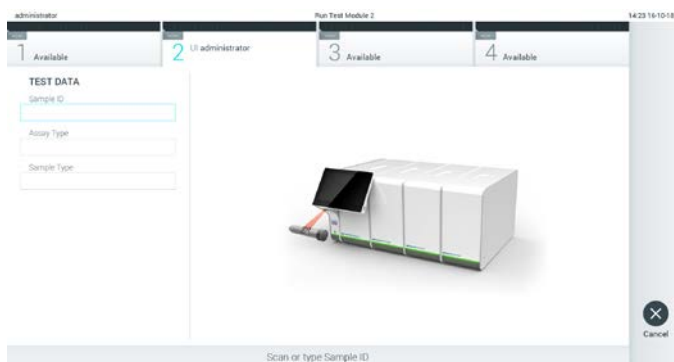

Рис. 23. Сканирование идентификационного штрих-кода пробы.
2. При получении соответствующего запроса отсканируйте идентификационный штрих-код пробы с помощью сканера штрих-кодов, встроенного в рабочий модуль (рис. 23).